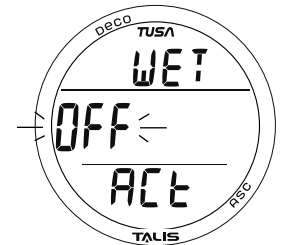

Abb. 37 - WASSERAKTIVIERUNG EINSTELLEN
**WASSERAKTIVIERUNG EINSTELLEN**, Informationen beinhalten (Abb. 37):